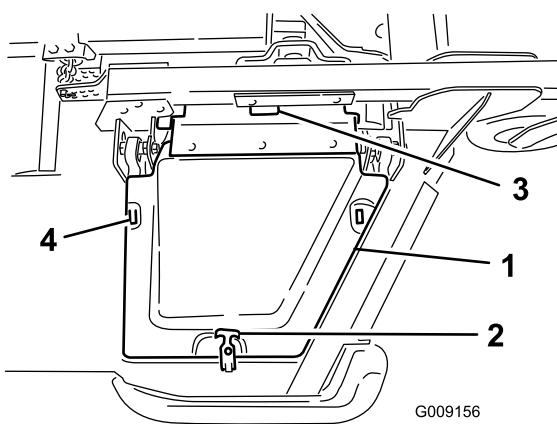

図 6
- 8. ウイングレットデッキのカバーを取り付け、ゴム製ラッチで固定する図 6。